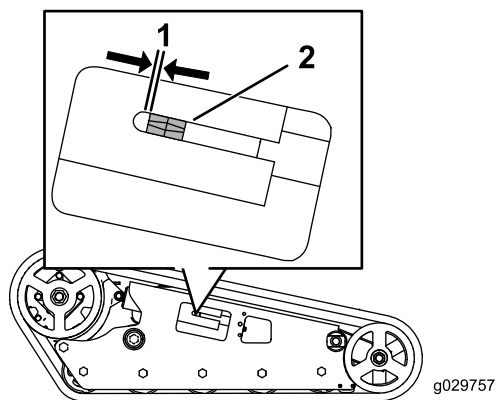

Рисунок 54
Между натяжной гайкой и прямой стороной паза натяжной трубки должен быть зазор 0,64 см (Рисунок 54). Если это не так, отрегулируйте натяжение гусеницы, используя следующую методику:
4. Используя сменную головку размером 1/2 дюйма, поворачивайте натяжной винт против часовой стрелки до тех пор, пока расстояние между натяжной гайкой и задней стороной натяжной трубки не станет равным 0,64 см, как показано на Рисунок 54.
10. Вращайте натяжной винт против часовой стрелки до тех пор, пока расстояние между натяжной гайкой и задней стороной трубки вилки (Рисунок 54) не станет равным 0,64 см.
10. Вращайте натяжной винт против часовой стрелки до тех пор, пока расстояние между натяжной гайкой и прямой стороной паза натяжной трубки (Рисунок 54) не станет равным 0,65 см.